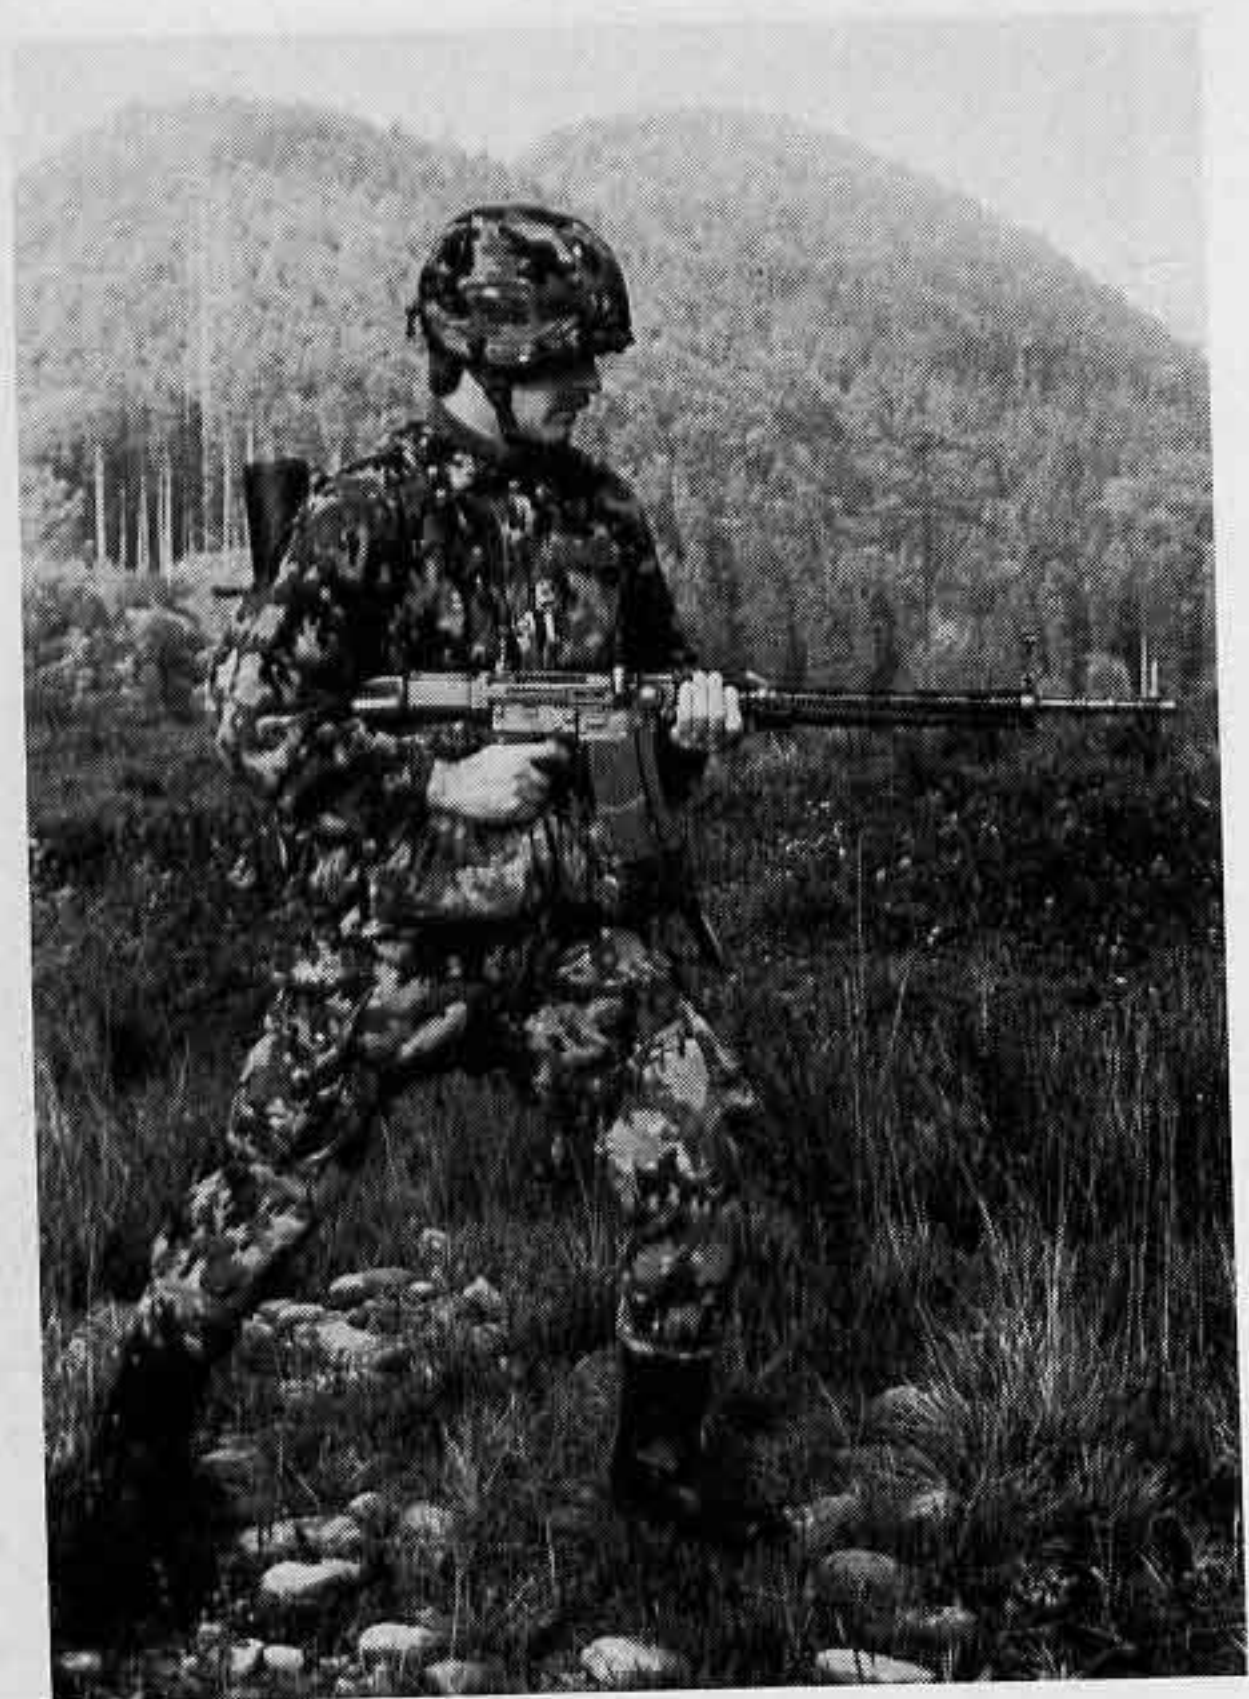

fig 62
- 100 Pour tirer à la hanche, la crosse doit être fortement serrée contre le corps. Le tireur fera si possible un pas en avant en portant le poids du corps sur la jambe gauche. En principe, on tire trop haut, c'est pourquoi il faut tenir l'embouchure plutôt bas (fig 62).
fig 62 a